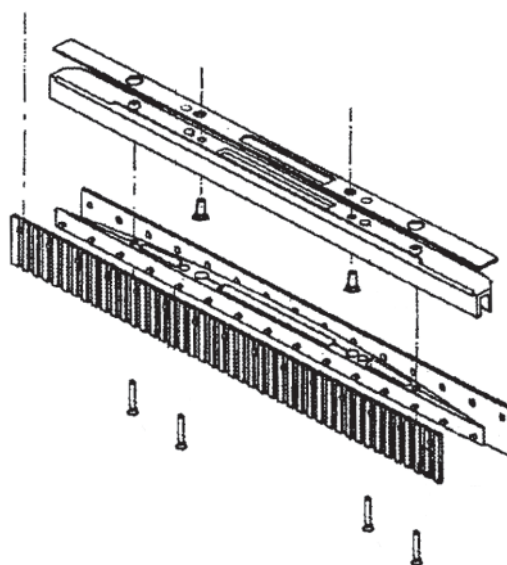

Figure 6
1. Pousser l'interrupteur principal (2) sur « 0 ».
5. Enlever les deux vis de l'embouchure (Fig. 6).